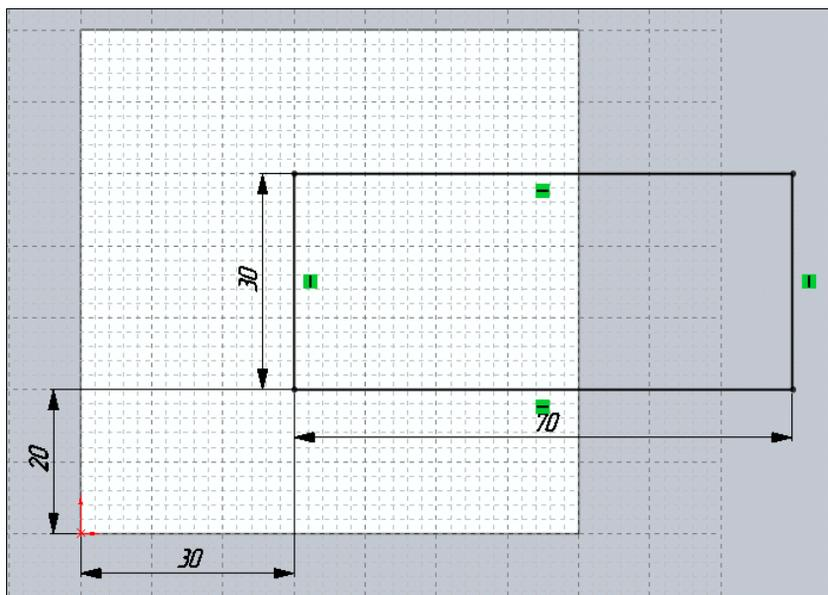

Рис. 5.31
2. Затем с помощью панели инструментов **Элементы** и команды  — **Вытянутая бобышка/основание** вытяните эскиз на 10 мм (толщина пластины). Теперь на верхней грани первой пластины нарисуем эскиз второй пластины (рис. 5.31) и вытянем ее с помощью команды **Вытянутая бобышка/основание** на расстояние 5 мм (толщина второй привариваемой пластины). Допустим, что так должна выглядеть готовая сварная деталь, полученная технологией сварки из двух деталей.